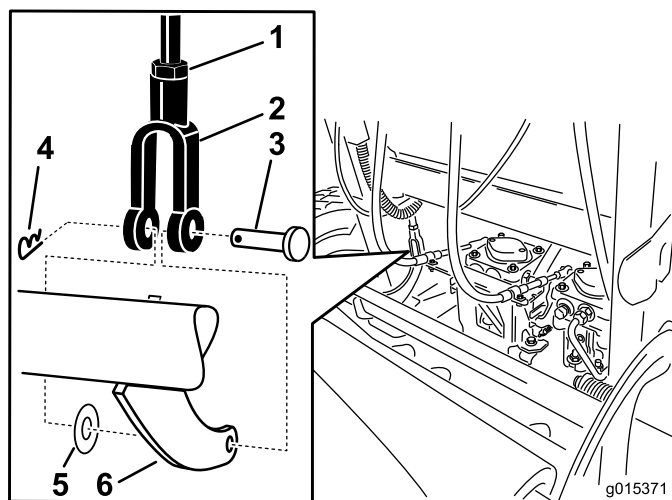

Figure 71
5. Pour régler le frein, retirez la goupille fendue et l'axe de chape du levier de frein inférieur et de la chape (Figure 71).
6. Desserrez l'écrou de blocage (Figure 71).
7. Tournez la chape. Pour serrer le frein, tournez la chape vers le haut. Pour desserrer le frein, tournez la chape vers le bas (Figure 71).
8. Fixez la chape au levier de frein inférieur avec la goupille fendue et l'axe de chape (Figure 71).
9. Resserrez l'écrou de blocage (Figure 71).